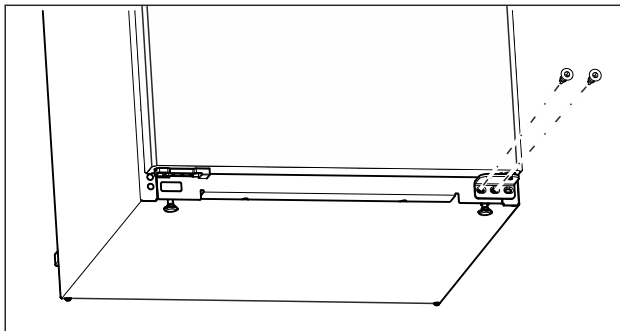

Fig. 6
- ▶ Draai de middelste schroef op de onderste lagersteun los met een Torx 20-schroevendraaier. (zie Fig. 6)
- ▶ Draai de binnenste schroef van de onderste lagersteun los met een Torx 20-schroevendraaier. (zie Fig. 6)